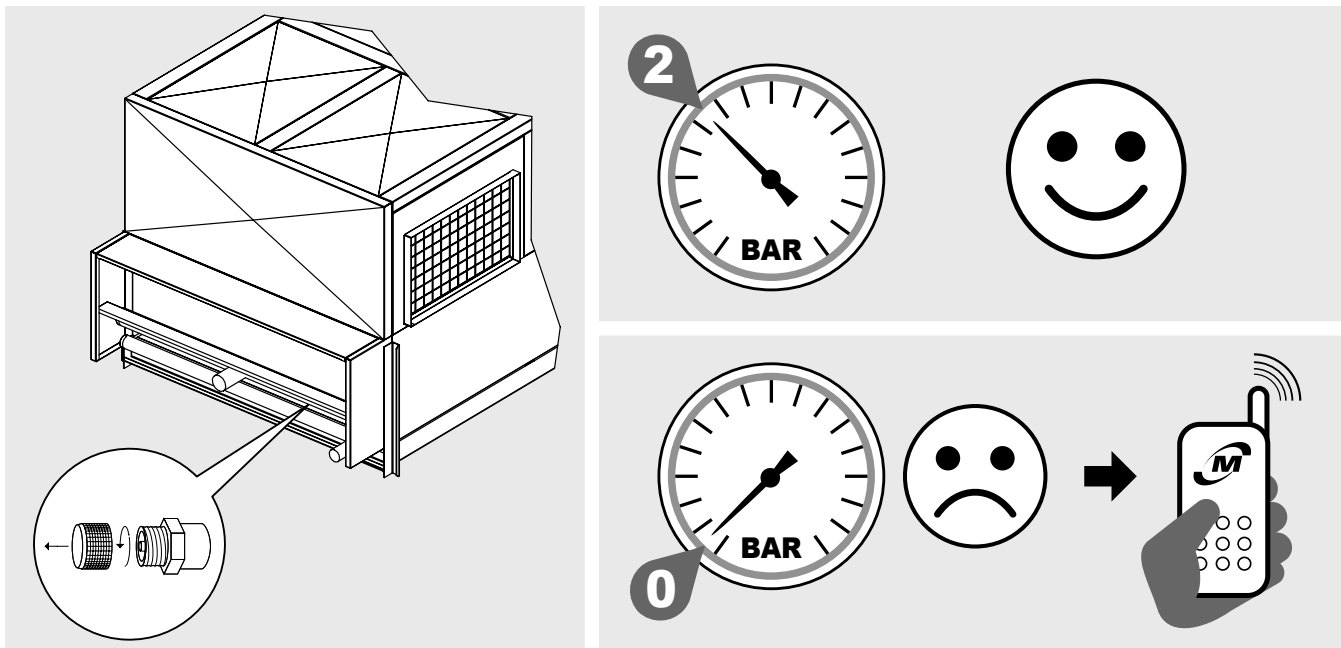

Abbildung 2
- 4.2 Die Wärmeaustauscher der Verflüssiger (H(C)FC) und der Gaskühler (CO₂) werden mit einer Vorladung an trockener Luft mit 2 bar geliefert und verfügen über die Ladeanschlüsse 7/16"-20 UNF. Sicherstellen, dass Druck vorhanden ist. Sollte kein Druck vorhanden sein, ist Modine sofort zu kontaktieren und das Problem muss auf dem Transportdokument vermerkt werden. Fehlender Druck deutet auf eine Leckage hin, die auf einen Transportschaden zurückzuführen ist. Siehe Abbildung 2.